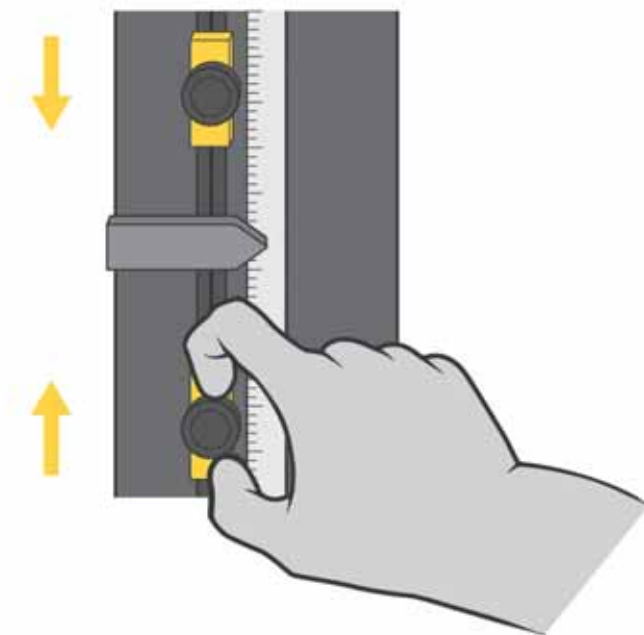

Figure 21. Réglage des butées de fin de course
machine, comme illustré en Figure 21 à la page 116. Les butées de fin de course (1 et 2) possèdent des vis moletées qui peuvent être serrées et desserrées à la main de manière à les fixer dans une position quelconque sur la tringle des fins de course. Positionnez ces butées légèrement au-delà des paramètres d'essai pour éviter tout dépassement de course de la traverse. Lorsque la traverse atteint sa course maximale prédéfinie, la came de commande du contacteur fin de course (3) entre en contact avec la butée correspondante. Ce contact entre la came et la butée déplace la tringle des fins de course et actionne les contacteurs de fin de course. Ceci arrête de déplacement de la traverse.